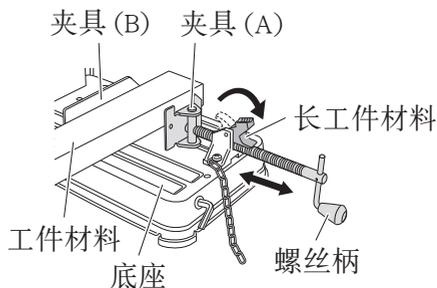
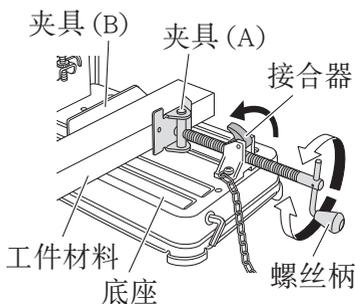

图 5
图 6
1. 固定切割材料的步骤 (图 5 和 6)
如图 5 所示, 将工件材料置于夹具 (A) 和夹具 (B) 之间, 拉起接合器并按螺丝柄以使夹具 (A) 轻轻接触到工件材料。然后将接合器转下, 转动螺丝柄将工件材料牢牢地固定在正确位置。当切割作业完成时, 请转动螺丝柄两三次以松开夹具 (A), 并卸下工件材料 (如图 6 所示)。